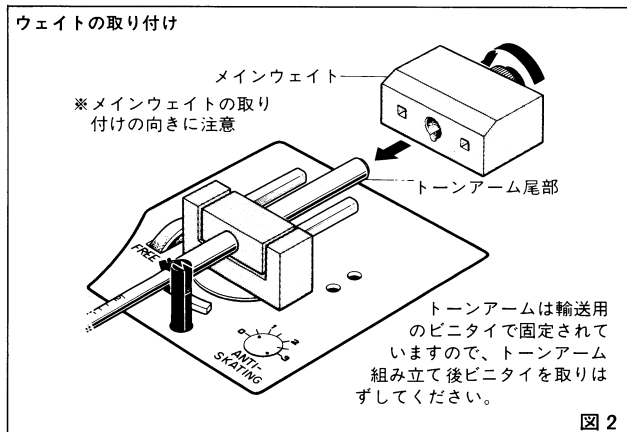

図2
1. 図2のようにメインウェイトの黒い部分を矢印の方向にまわしながらトーンアーム尾部より押し込みます。